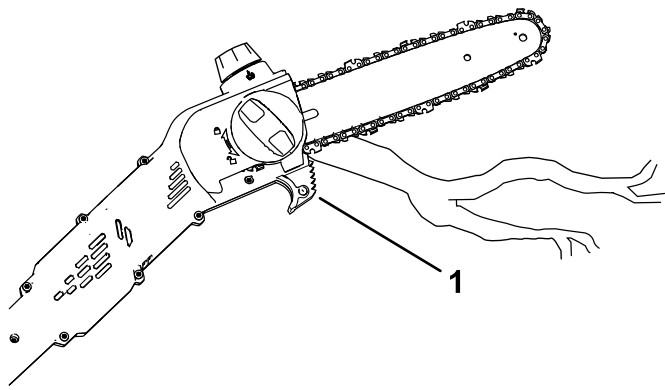

Figura 12
5. Corte com a madeira perto da traseira da barra guia, perto da guia de corte; pressione ligeiramente a correia da serra contra a madeira e permita que o peso do podador conduza o corte (Figura 12).